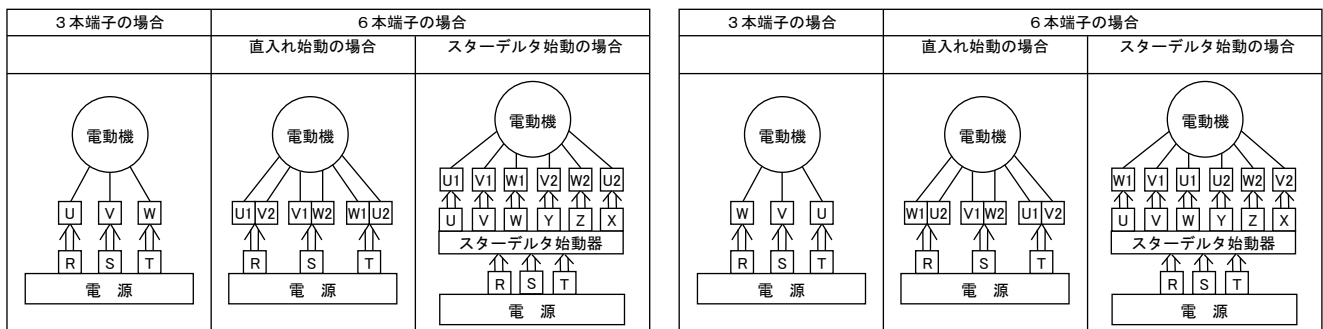

図14 結線図
(1) 配線は図14を見て行ってください。AIM2型とAIR2型で電動機の回転方向が異なります。羽根車はAIM2型、AIR2型とも吸込側から見て左回転となります。図14の結線で逆転した場合は、電源側のRとTを入替えてください。